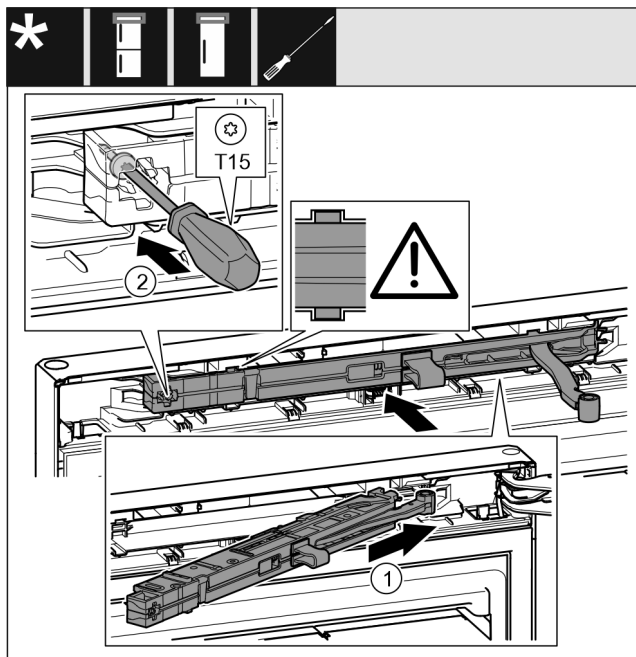

Fig. 20
- ▶ Jednotku tlumiče zavírání na straně stojanu ložiska zasuňte až na doraz šikmo do vybrání. *Fig. 20 (1)*
- ▶ Šroubovákem T15 pevně utáhněte šroub. *Fig. 20 (2)*